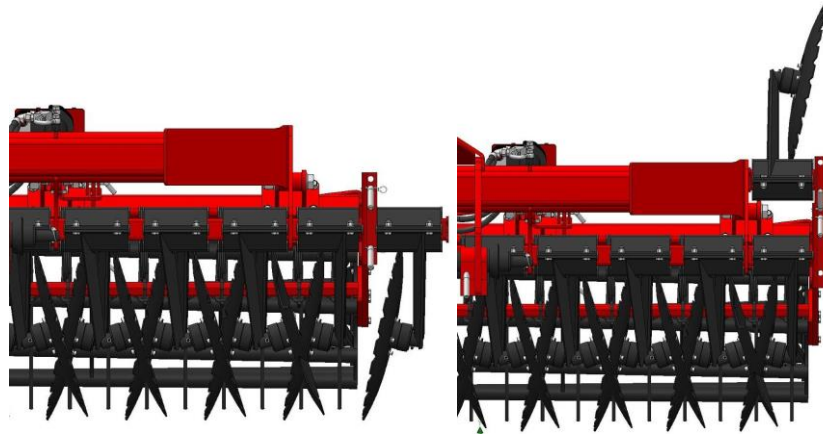

Рисунок 3. Рабочее положение и транспортное положение (сложенные боковые секции)
- боковые секции культиватора следует складывать в транспортное положение и предохранять болтами от разложения во время движения (см. рис.3);